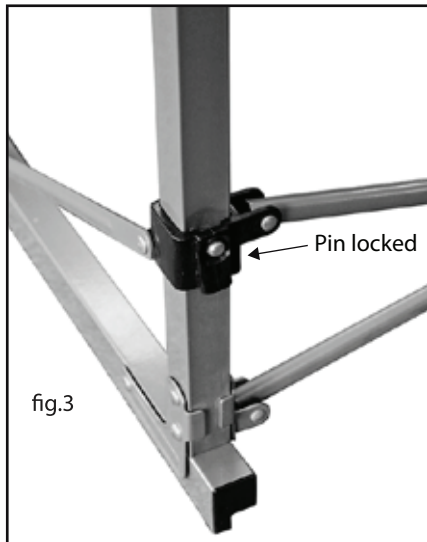

fig.3
There is a pin mounted near the top of each leg. Push each pair of legs out from center until you hear the pins click into the holes on the corner brackets. See fig. 3.
3. Fixez les pieds. Il y a un goujon monté près du dessus de chaque pied. Écartez chaque paire de pieds jusqu'à ce que vous entendiez le dé clic des goujons qui s'enclenchent dans les trous des supports de coin. Voir la fig. 3.